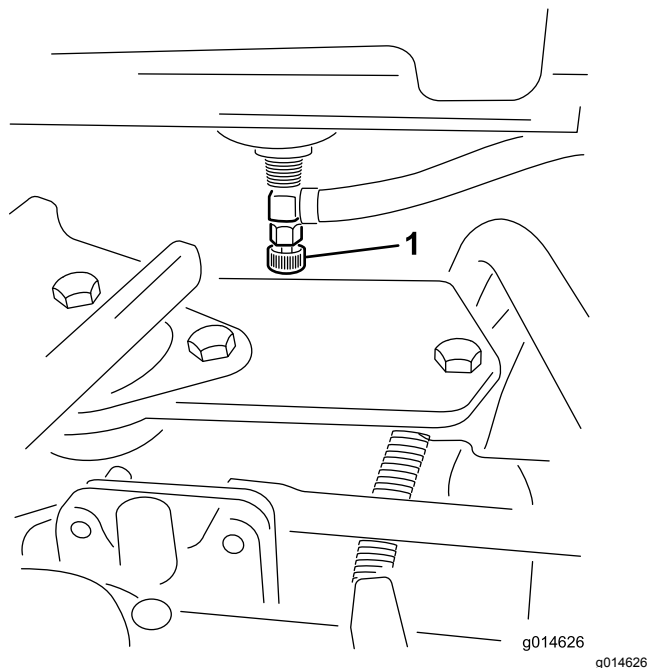

Figura 42
1. Cierre la válvula de cierre del combustible (Figura 42), situada debajo del depósito de combustible.